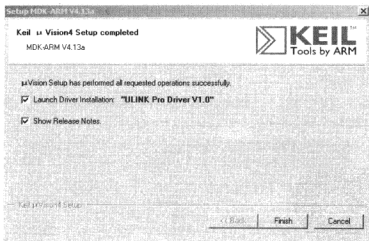

图 4.4.7 Keil MDK 安装完成
⑦ 单击 Next, 来到最后一个安装界面, 如图 4.4.7 所示, 可根据需要进行选择。